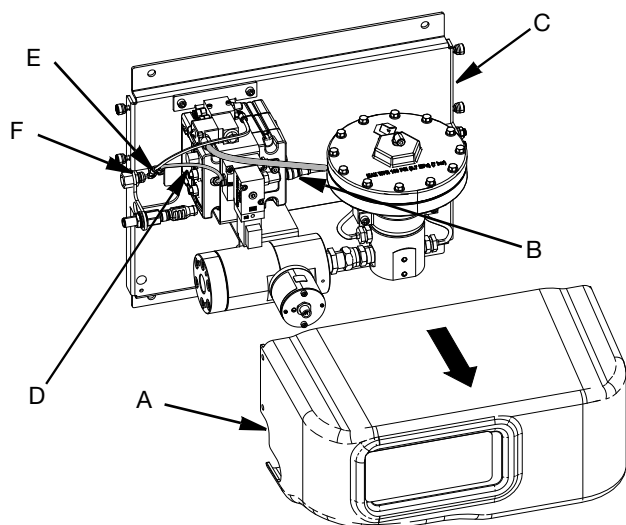

FIG. 8
1. Quite la tapa de la unidad PCF (A).
2. Desconecte el cable del solenoide de aire de la válvula dispensadora del puerto 1(B) del módulo FCM. Asegure el extremo suelto del cable a la placa de montaje de fluido (C) de la unidad PCF.
3. Desconecte la línea de aire del regulador (D) del accesorio en Y del aire de entrada (E).
- Desconecte el accesorio en Y del aire de entrada (D) del accesorio de conexión acodado del aire de entrada (F). Fije el conector en Y del aire de entrada a la placa de montaje de fluido (C) de la unidad PCF. Consulte la FIG. 8, página 11.